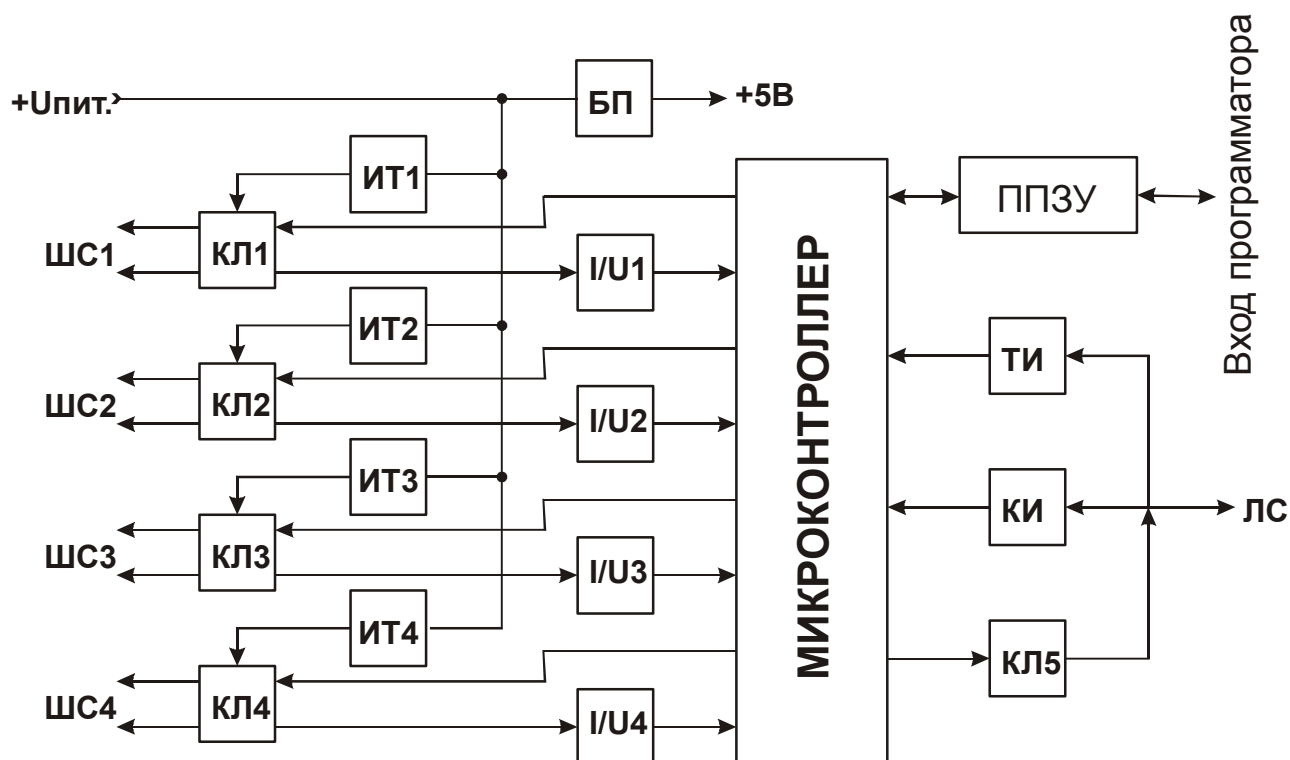

Рис. 1 Схема электрическая структурная блока линейного ЛБ-06
4.1 Структурная схема БЛ с условными обозначениями отдельных элементов представлена на Рис. 1.